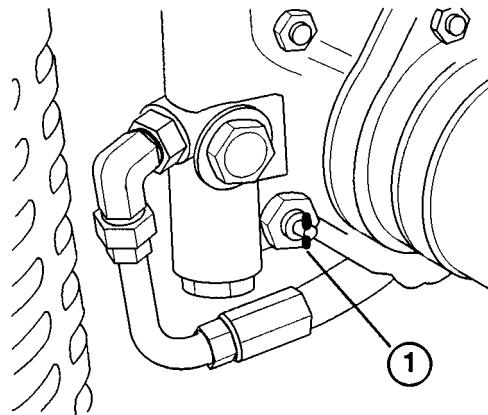

図30
1. ポンプ下のバイパス・バルブ（図30）を90°回転させる。